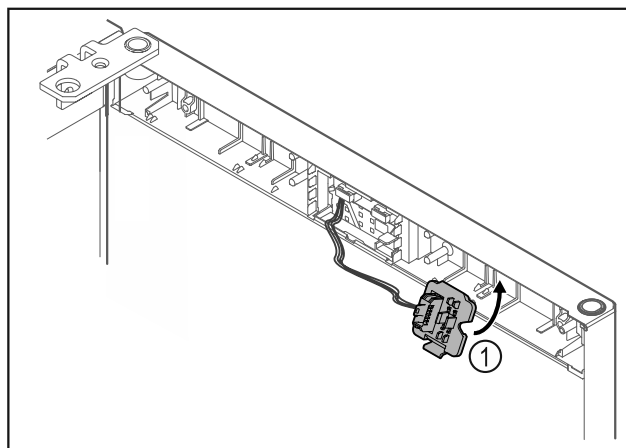

Fig. 15
- Encajar el soporte del conector Fig. 15 (1) en el lado contrario.